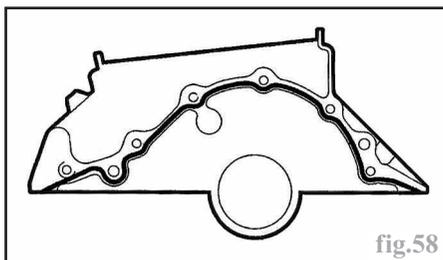

fig.58
- reposer le porte-bague d'étanchéité de vilebrequin, après s'être assuré de la présence de ses douilles de centrage sur le bloc-cylindres. Suivant version, remplacer son joint ou appliquer sur son plan de joint (fig.58), préalablement dégraissé avec soin, un cordon de **1 à 2,5 mm** de largeur de pâte d'étanchéité appropriée à base de silicone (par exemple **Three Bond 12 F008 ou 1217G**),